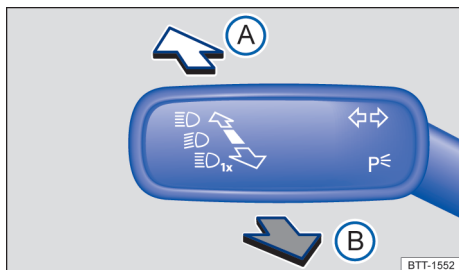

Fig. 104 À esquerda na coluna de direção: alavanca dos indicadores de direção e do farol alto.
- Trazer a alavanca dos indicadores de direção e do farol alto da posição central para a seguinte posição → Fig. 104: